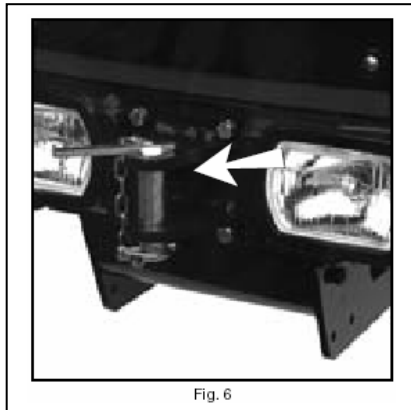

Fig. 6
- Foran, fastmonteret træktøj (fig. 6), kun til bugsering af traktoren.